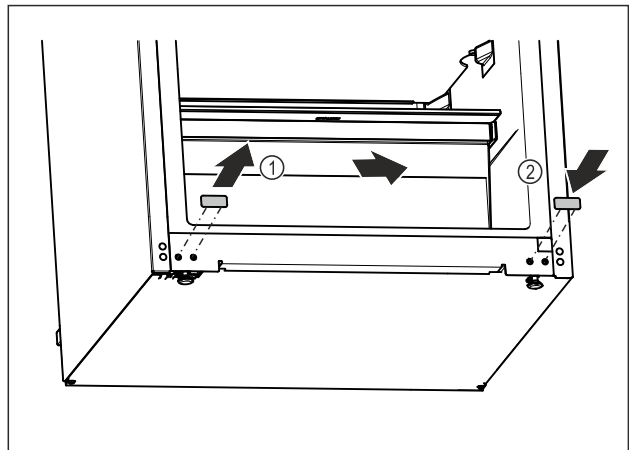

Fig. 16
- Ištraukite dengiamąjį kamštį. Fig. 16 (1)
- Įstatykite dengiamąjį kamštį priešingoje pusėje. Fig. 16 (2)